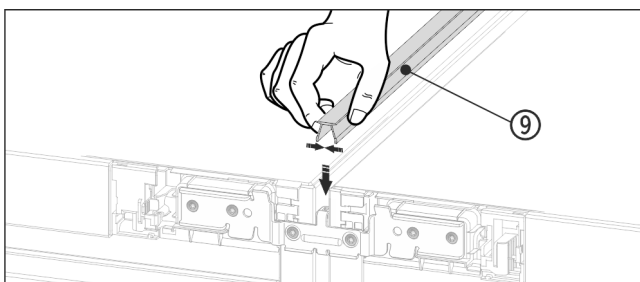

Fig. 19
- Viršutinėje pusėje į plyšį įsprauskite trumpą dengiamąją plokštelę Fig. 19 (9).